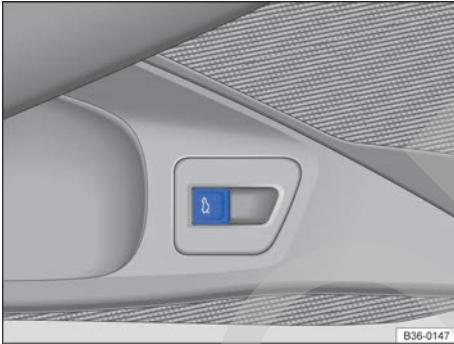

Fig. 90 En la puerta del conductor: tecla de desbloqueo del portón del maletero.
- **O BIEN:** tire hacia arriba de la tecla  → fig. 90 situada en la puerta del conductor. En el caso de la berlina, el portón se abre automáticamente. La tecla también funciona con el encendido desconectado.
- **O BIEN:** tire hacia arriba de la tecla ⓘ → fig. 90 situada en la puerta del conductor. La tecla también funciona con el encendido desconectado.
- **O BIEN:** tire hacia arriba de la tecla ⓘ → fig. 90 situada en la puerta del conductor.